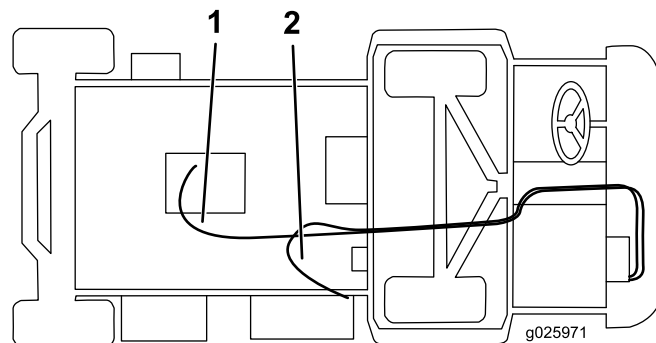

Figura 9
5. Collegate il flessibile lungo alla valvola del riscaldatore con una fascetta stringitubo e posatelo sotto l'unità, sull'asse, quindi collegate al raccordo diritto (Figura 9).
6. Collegate il flessibile più corto al tubo di riempimento a T bianco con una fascetta stringitubo, posatelo attraverso la fascetta fermacavi a R sulla staffa del riscaldatore e collegatelo al raccordo a T nel flessibile del radiatore inferiore con una fascetta stringitubo (Figura 9).